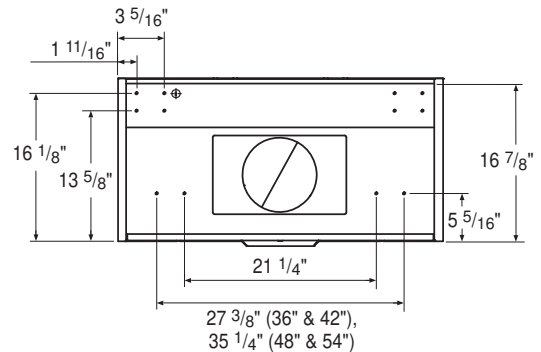

FIG. 2
- 9 Inserte dos tornillos para madera M6 en la pared a través de los agujeros para tornillos en la parte inferior del cuerpo. Vea la Fig. 2 para conocer las dimensiones entre los agujeros para tornillos.